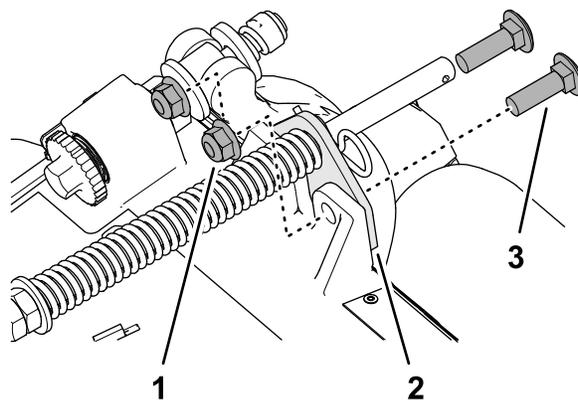

图 8
- 拆下将草坪补偿支架固定到滚刀组架的 2 个凸缘锁紧螺母 $\frac{3}{8}$ 英寸和 2 个托架螺栓 $\frac{3}{8}$ x $1\frac{1}{4}$ 英寸图 8。